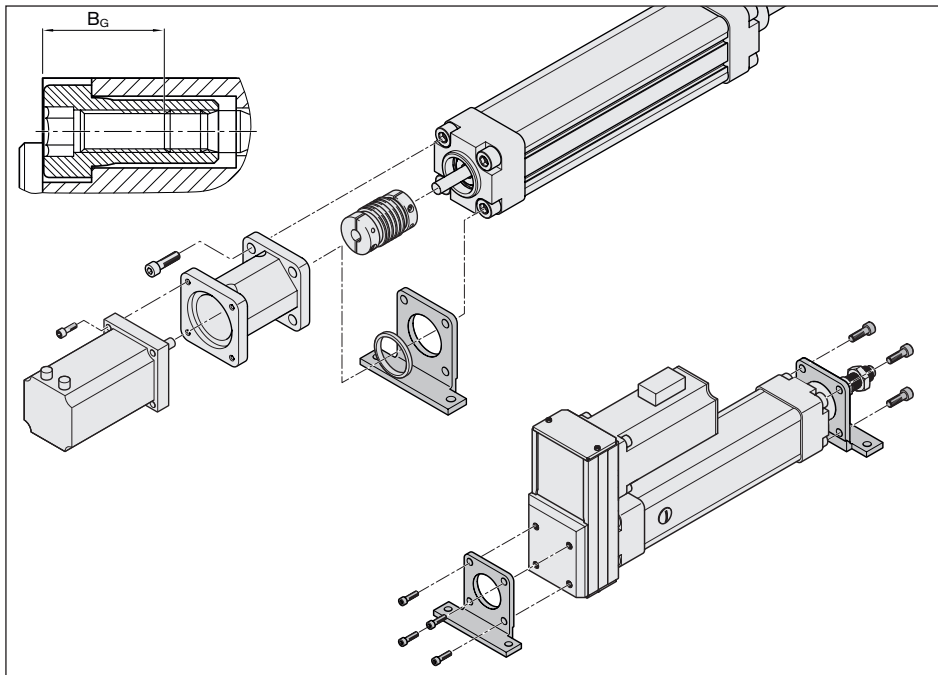

Fig. 9: Montaje del material de fijación
- Montar el material de fijación como se demuestra en la ilustración ► Fig. 9 de la página 24. Durante el montaje se deberán apretar los tornillos de fijación de manera uniforme, observando la profundidad máxima admisible B_G y los pares de apriete $M_{A \max}$.